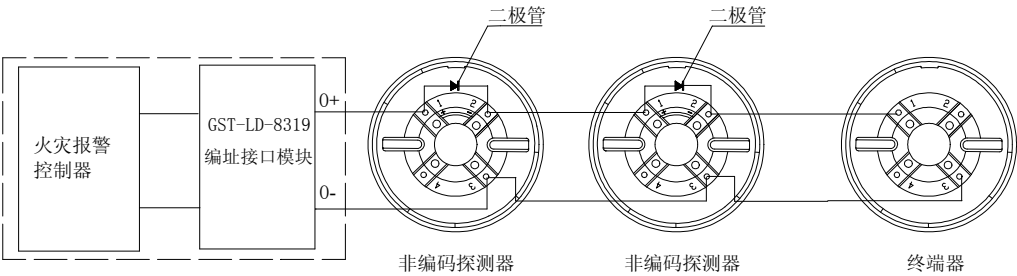

图 5 系统构成图
- 当终端器作为探测器底座使用，即在此终端器上安装非编码探测器时，其系统构成图如图 5 所示。